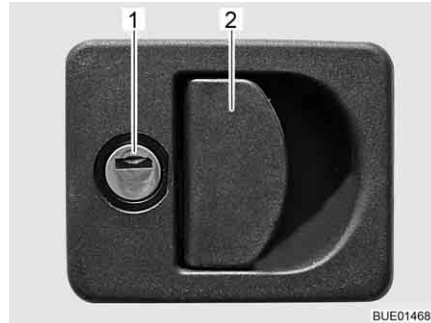

Bild 35 Klappenschloss mit Griffschale
- Schlüssel in Schließzylinder (Bild 35,1) stecken und eine viertel Umdrehung drehen. Das Klappenschloss ist entriegelt.
- Am Schlossgriff (Bild 35,2) ziehen. Die Außenklappe ist geöffnet.